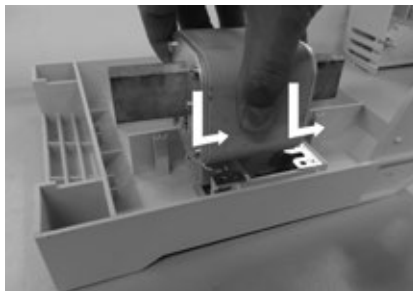

Figura 13
- Retire a tampa (de acordo com o item 3).
- Coloque o elo fusível em um porta fusível (Figura 13), mova o elo fusível ao longo da tampa até a trava de elos fusíveis prender.